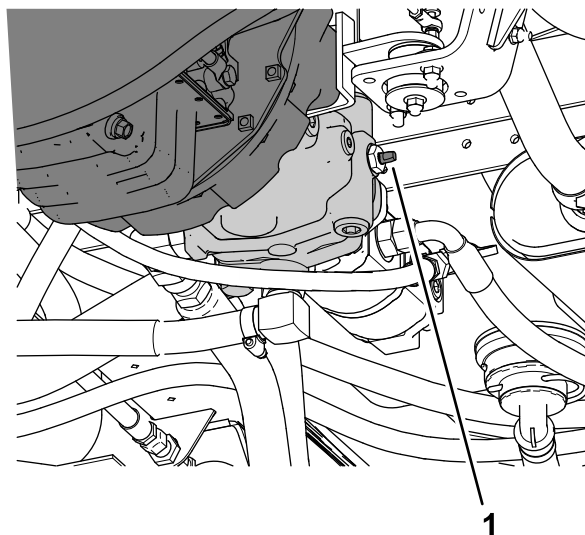

Figure 52
3. Tournez la vanne de remorquage (Figure 52) de 90° dans un sens ou dans l'autre pour l'ouvrir.